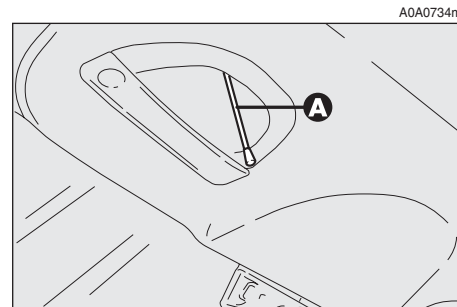

fig. 161
- pour obtenir le débloqué mécanique du hayon, en agissant à l'intérieur du coffre à bagages, agir sur le levier (A-fig. 161) comme illustré.